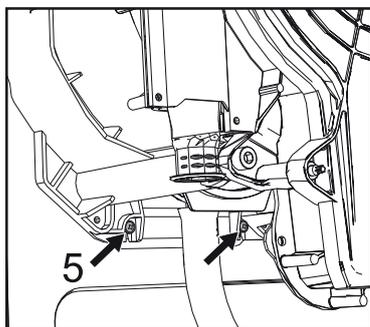

fig. 59 -
- Allentare le 2 viti inferiori "5" di fissaggio scambiatore al telaio ("fig. 59 -")